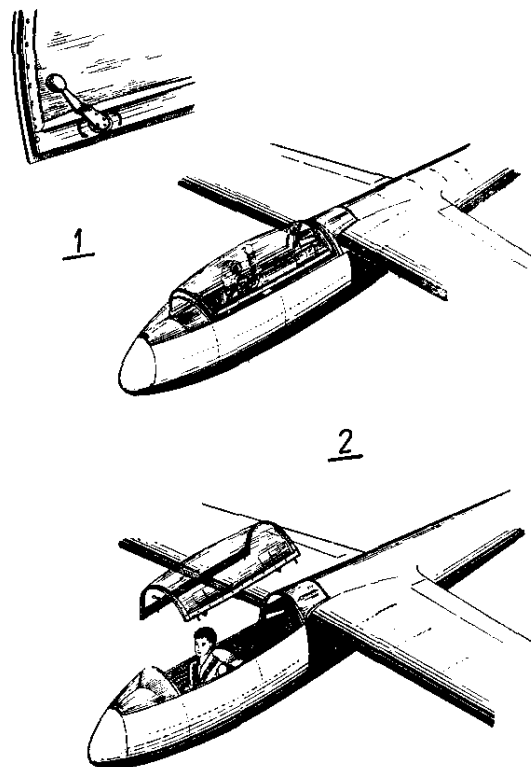

Fig. 13. Arrojador en el curso del vuelo de la cubierta de la cabina del planeador que está equipado con la palanca de arrojador de emergencia.
b) Para los planeadores que están equipados con la palanca de arrojo de emergencia (véase la fig. 13)